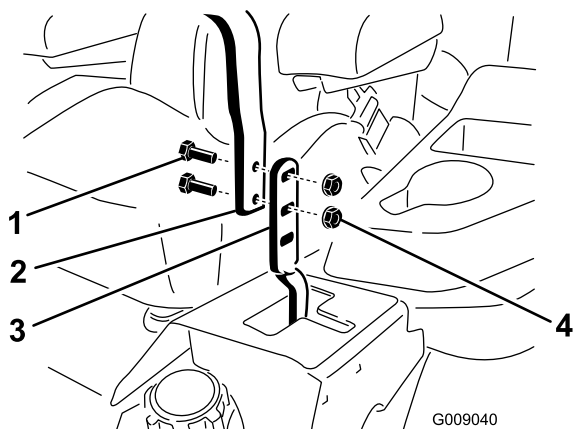

Figure 85
3. Desserrez les boulons et les écrous à embase situés dans les leviers (Figure 85).